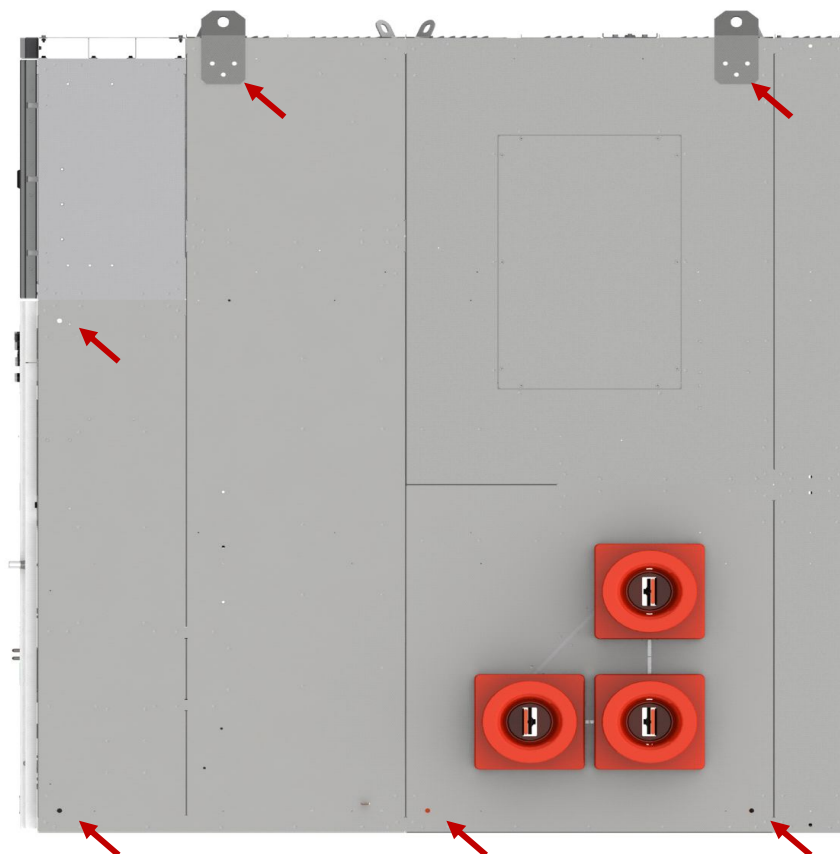

Рис. 18 Места скрепления соседних шкафов КРУ
2.5.2.4 Стянуть смежные боковые стенки установленных шкафов КРУ болтами М12х20 DIN6923 из комплекта ЗИП согласно рис. 18.